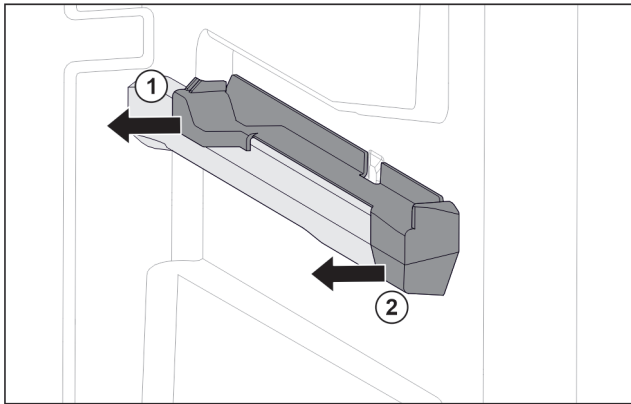

Fig. 25 Вставна частина на правому ребрі для резервуару
- ▶ Відсунути вставну частину назад вбік. Fig. 25 (1)
- ▶ Відсунути вставну частину вперед вбік. Fig. 25 (2)